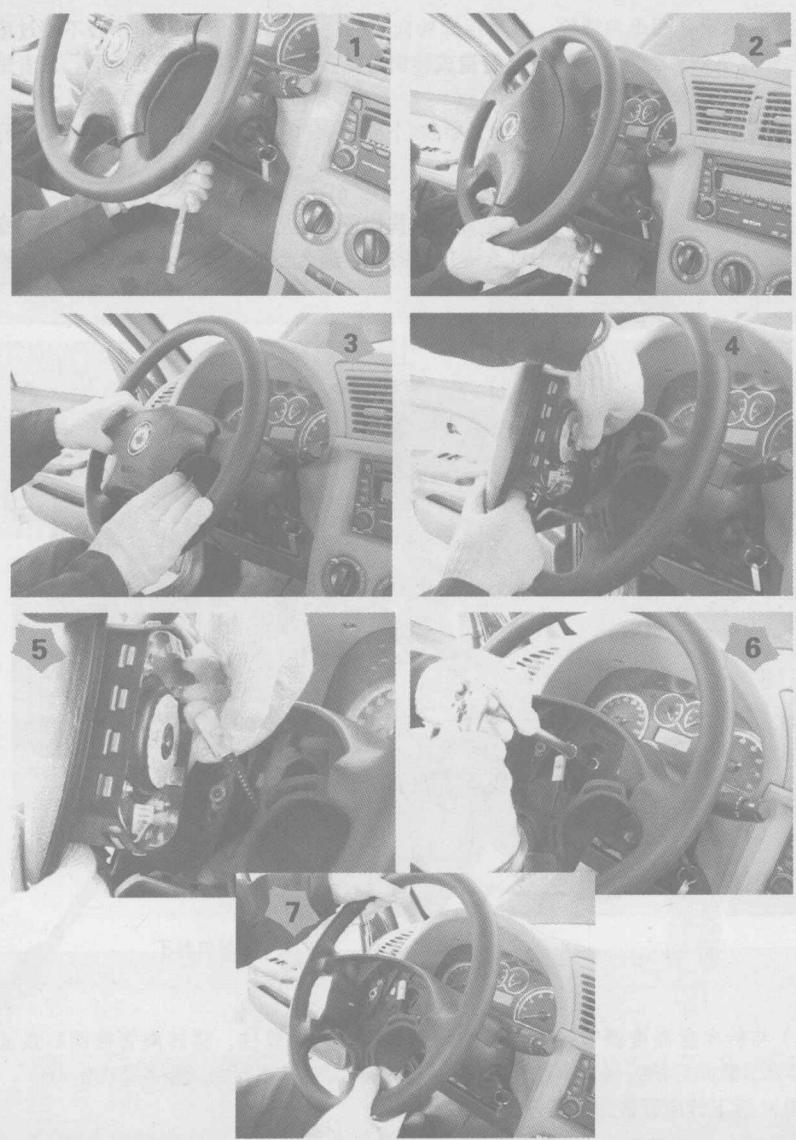

图2-12 转向盘拆卸的过程
- 2) 拆下转向盘与安全气囊连接的固定螺栓(图2-12的1、2)。
- 3) 取出安全气囊总成, 并断开其线束插头(图2-12的3~5)。
- 4) 拆下转向盘的紧固螺栓, 并取下转向盘总成(图2-12的6、7)。